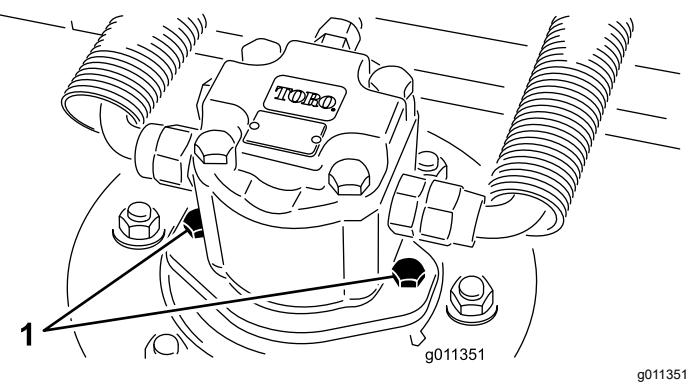

Figura 79
2. Desligue e retire o motor hidráulico da unidade de corte (Figura 79). Cubra a parte superior do eixo para não o sujar.
3. Instale o motor hidráulico na unidade de corte (Figura 79). Verifique se o anel de retenção está posicionado corretamente e não está danificado.